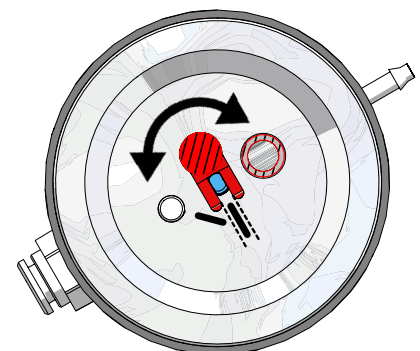

Fig. 12
- ⇒ ¡En depósitos de chorreado de 25 - 70 µm, debe ajustarse la boquilla dosificadora (Fig. 12)!